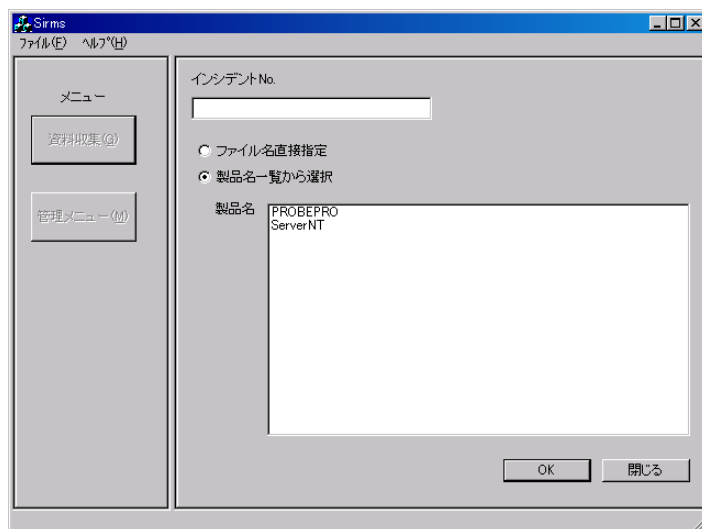

図 5-26 SIRMS 資料収集画面(バージョン 1)
- 2 [資料収集]ボタンをクリックします。SIRMS 資料収集画面 (図 5-26) が起動します。
SIRMS メニュー画面(図 5-26)が起動します。